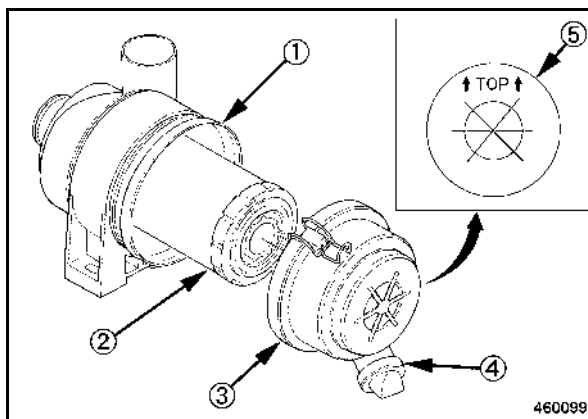

fig. 142
- Introduire la nouvelle cartouche (2) (fig. 142) dans le carter, mettre le couvercle (3) en place avec le repère "TOP" (5) orienté vers le haut et le fixer au moyen des fermetures rapides.